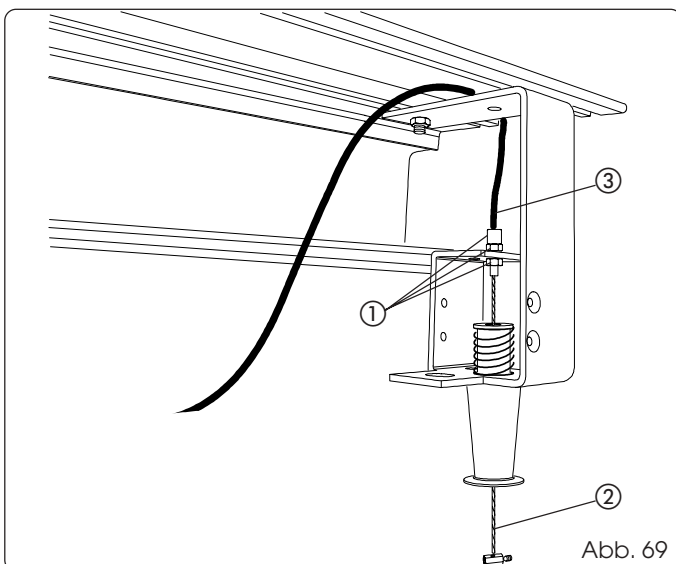

Abb. 69
- Die Einstellschraube mit den entsprechenden Spannmuttern an der inneren Seite des Bügels anschrauben (Abb. 69 Bez. ①).
- Das Stahlkabel mit der entsprechenden Schelle festspannen und die Schraube festziehen (Abb. 69 Bez. ②).
- Den schwarzen Mantel des Kabels bis zum Anschlag auf der Einstellschraube führen (Abb. 69 Bez. ③).